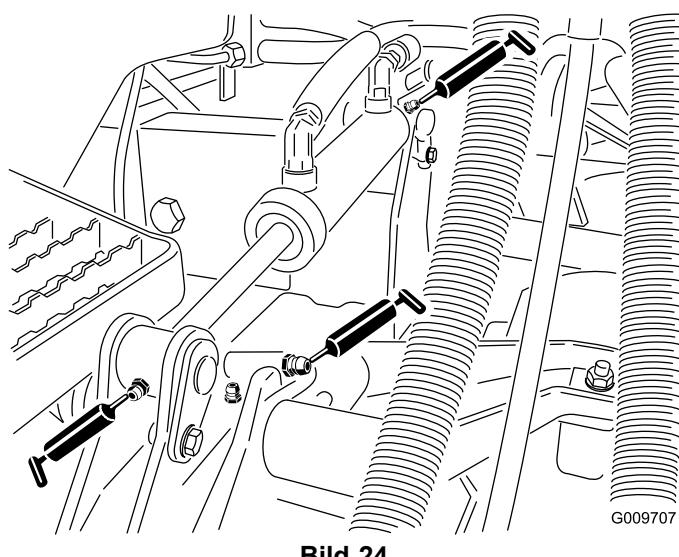

Bild 24
- Hubzyylinderbüchsen (2 pro Mähwerk) (Bild 24)